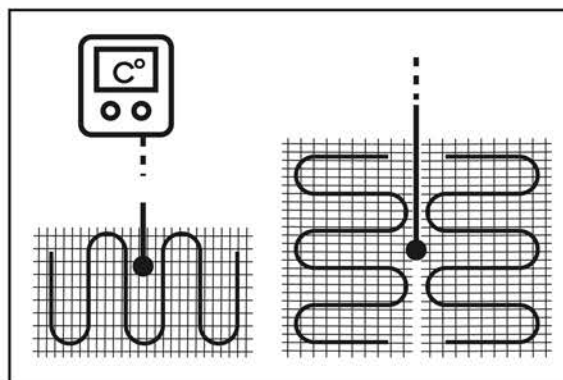

Рис. 5 – Установка датчика температуры пола между витками кабеля
4. Поместить датчик температуры пола в гофрированную трубку, которая входит в комплект. Конец трубки закрыть заглушкой, во избежание попадания монтажного раствора и мусора. Датчик температуры должен легко извлекаться из гофрированной трубки. Рекомендованный радиус изгиба трубки между стеной и полом должен быть не менее 50 мм. Трубка с датчиком внутри должна располагаться на равном расстоянии между витками кабеля для наиболее точного измерения температуры (рис.5). Подробнее в руководстве по эксплуатации терморегулятора, в комплект которого входит датчик.